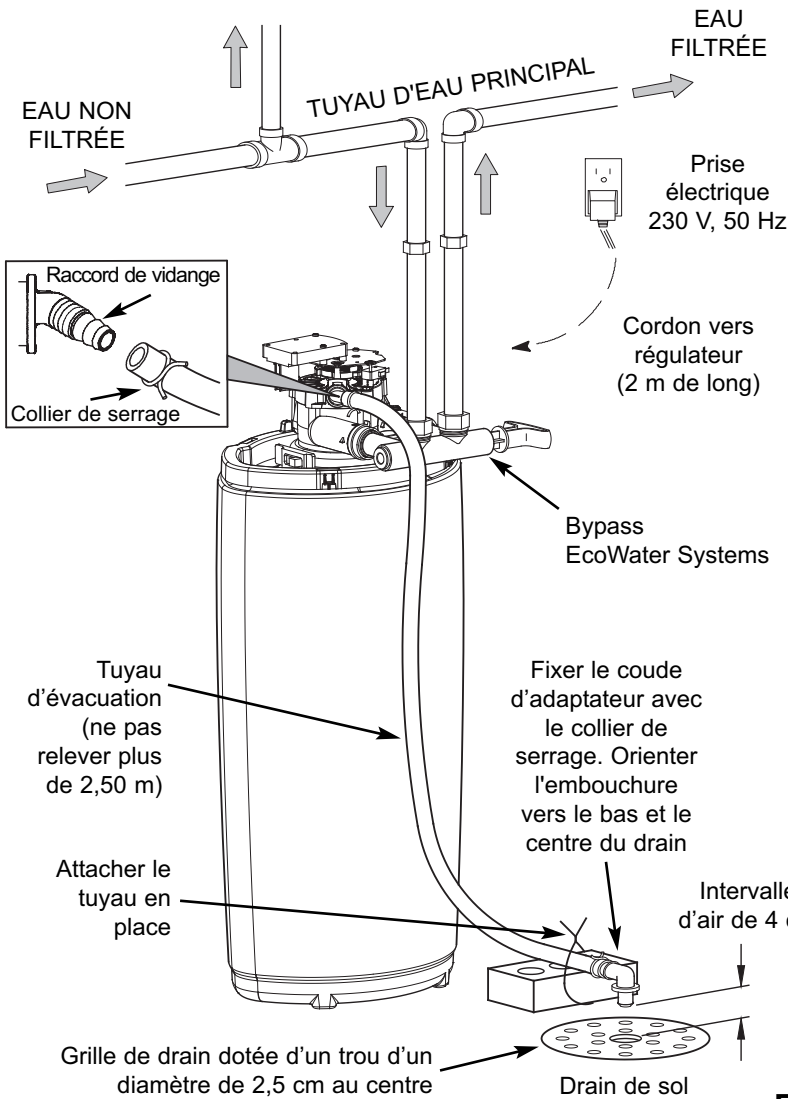

FIG. 1
1. Vérifier que le tuyau de vidange est bien fixé d'un côté à la centrale de filtration, et de l'autre relié à l'égout (Cf. Fig. 1).